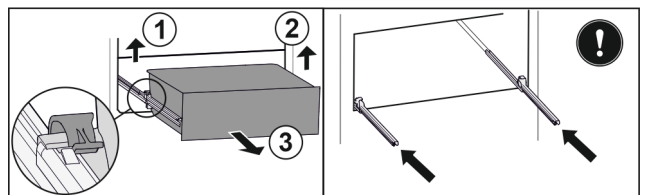

Fig. 98
- Sollevare il morsetto sinistro e allo stesso tempo tirare in avanti il cassetto sinistro. Fig. 98 (1)
- Sollevare il morsetto destro e allo stesso tempo tirare in avanti il cassetto destro. Fig. 98 (2)
- Rimuovere il cassetto tirandolo in avanti. Fig. 98 (3)